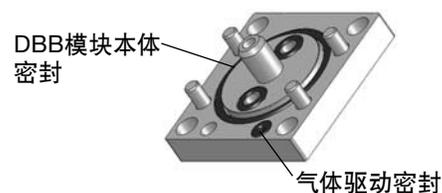

图9
3. 为了替换DBB模块本体密封(9-022)或执行空气密封(9-004), 请按照法兰替换第1和第2步去除模块和法兰。见图9。